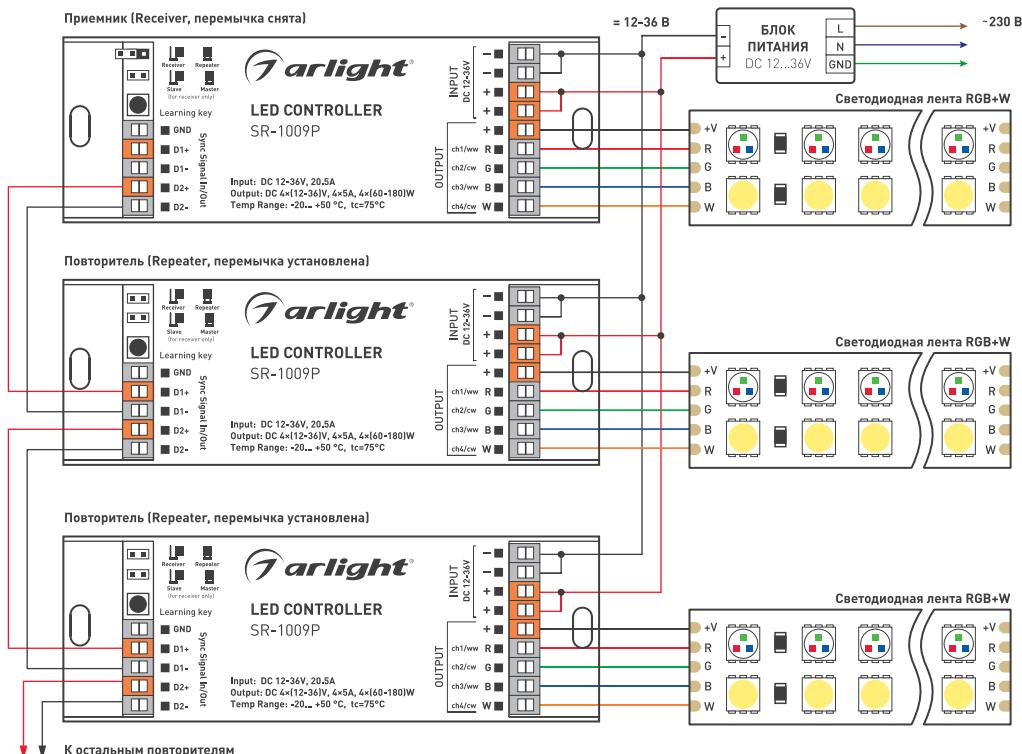

Рисунок 5. Схема подключения при синхронизации по проводам.
- ↗ Схема соединения контроллеров в этом режиме приведена на Рис. 5.